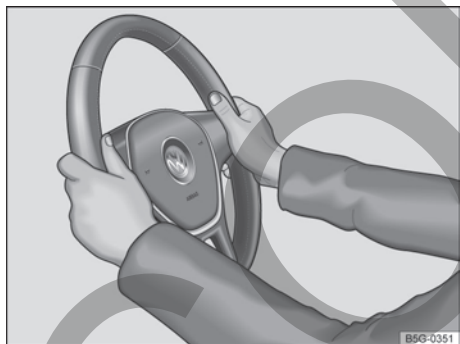

Fig. 53 En el volante: posición 9 y 3 horas.
- Ajustar la posición del volante de forma que pueda sostenerlo lateralmente por el borde exterior *posición equivalente a las 9 y a las 3 horas* → fig. 53 con ambas manos y los brazos ligeramente doblados.
- Empuje la palanca ① siempre por su mango con firmeza hacia arriba después del ajuste, para bloquear la posición del volante.
- Durante la conducción, siempre sujete el volante con ambas manos lateralmente en el borde externo en la *posición equivalente a las 9 y a las 3* → fig. 53, para reducir las lesiones provocadas por un disparo del airbag frontal del conductor.